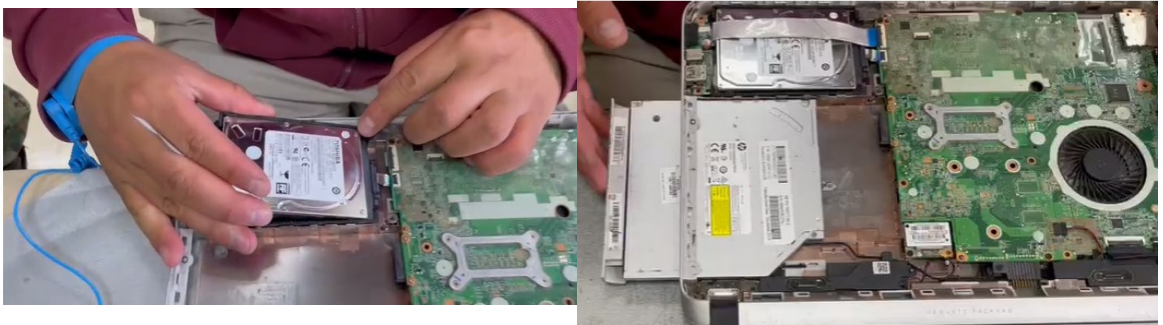

Figura 18. Ensamblaje del disco duro y la unidad de CD.
18. Se coloca el disco duro en su lugar y la unidad de CD, on sus flex o conectores correspondientes para la interconexión con la placa como se muestra en la figura 18.